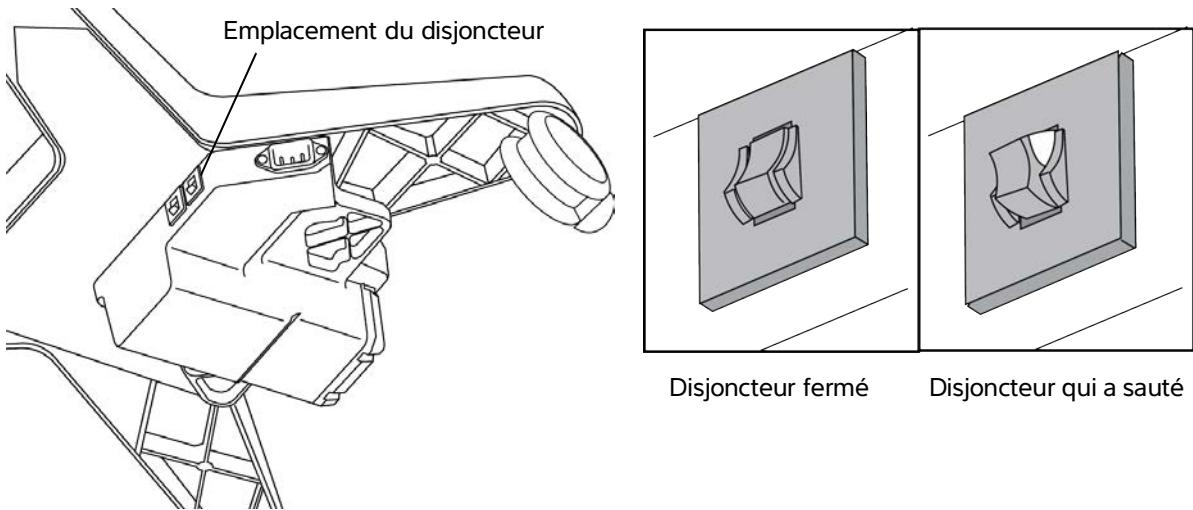

Figure 5 Les disjoncteurs du module du socle se trouvent sous le socle.
- 3** Appuyez sur chaque disjoncteur jusqu'à ce qu'il se ferme. Voir **Figure 5** page 43.